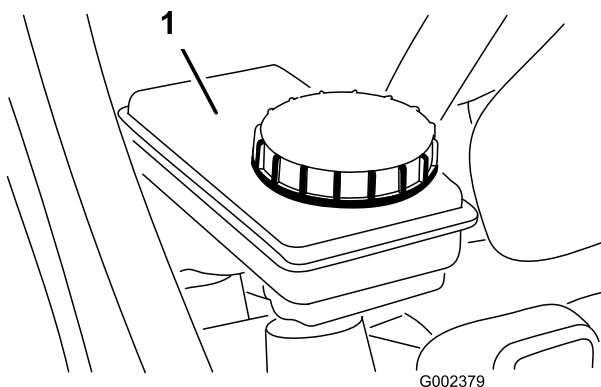

Figura 25
2. El nivel de líquido debe llegar a la línea Lleno del depósito (Figura 25).